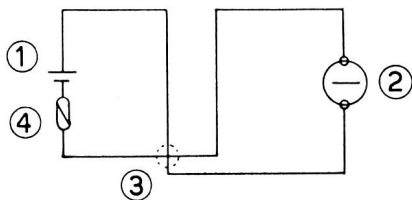

Fig. 22 1. Batterie
**Principe:** (fig. 22). Le fusible est la pièce la plus faiblement dimensionnée du circuit. Si des courants trop forts apparaissent dans le circuit, le conducteur de faible section dans le fusible fond avant que d'autres parties du circuit souffrent de l'augmentation du courant. Le circuit est ainsi coupé. La partie du fusible fondant sous l'action du courant est généralement un fil d'argent entouré de sable, de verre ou de céramique, en vue d'éviter les risques d'incendie.